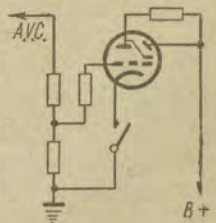

图 2
我们只要把调谐指示管的阴极接地处断开，加装一只电铃按钮，见图 2（没有按钮，开关也行）。当调整收音机时，按下按钮，阴极电路接通，调谐指示管的荧光靶发出荧光，指示管正常工作。调整好了以后，放开按钮，阴极电路断开，此时指示管停止工作，荧光靶无荧光出现。
2. 測量設備中的灯絲电源，原来是从上面整流層供給的，那就必要先开上面的整流層供給絲压，否則音频电压表沒法工作。現在測量設備中增加了一只灯絲变压器 T_1 单独供給絲压，如图 2。